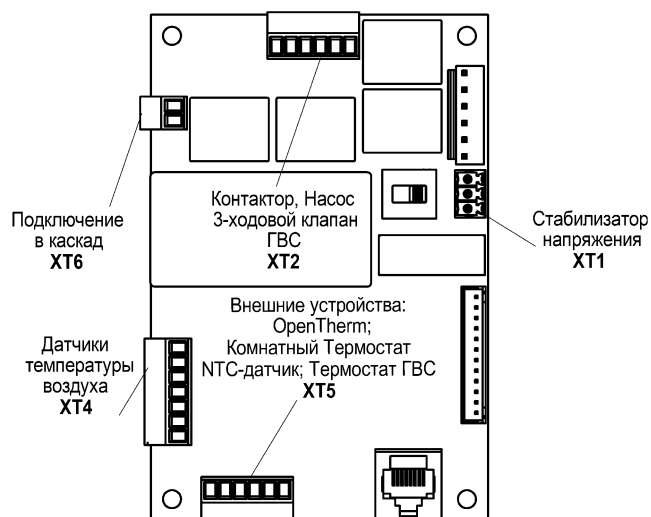

Рисунок 7. Основные разъёмы платы контроллера
**6.4.2** Назначение основных разъёмов платы контроллера (подключение внешних устройств) для исполнений FORWARD-3...28 показано на рис. 7.